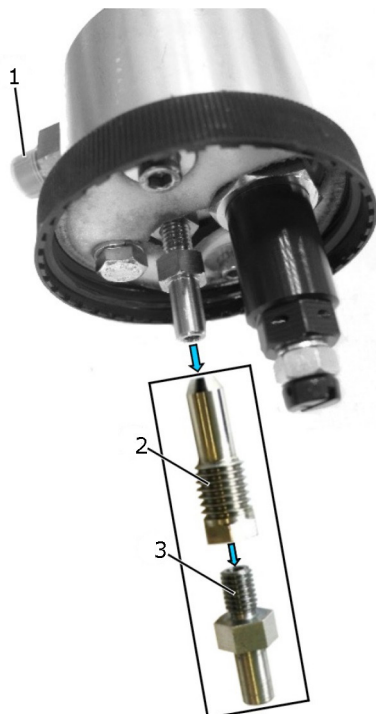

Abb. 17: Tryckbehållarmodulen öppen
! Harts från bränslerester kan fastna i det lilla hålet på spjällhylsan (fig. 17, pos. 2) så att mätvärdena blir felaktiga.
2. Ta bort utloppsstosen (fig. 17, pos. 3).
3. Ta bort spjällhylsan (fig. 17, pos. 2).
5. Rengör spjällhålet via anslutningsstosen (fig. 17, pos. 1) med tryckluft.
6. Skruva fast spjällhylsan (fig. 17, pos. 2) med ett åtdragningsmoment på 20 Nm.
7. Skruva fast utloppsstosen (fig. 17, pos. 3) i spjällhylsan.